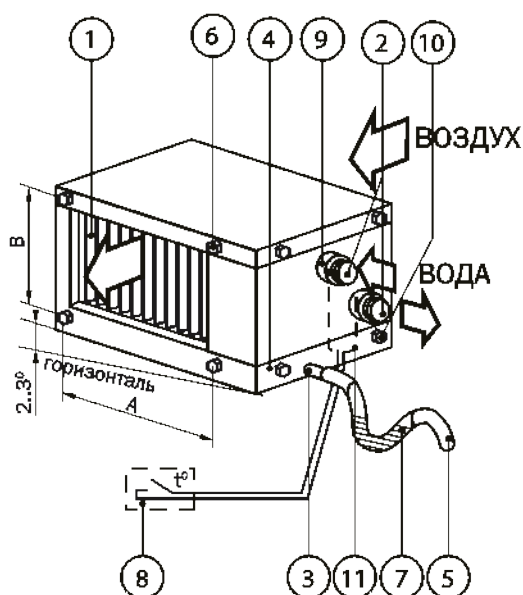

Рисунок 34. Устройство водяного воздухоохладителя:
Для свободного слива конденсата из поддона устанавливаются воздухоохладители в канал вентиляции необходимо с небольшим наклоном (2–3°) к горизонтали в сторону сливного патрубка (см. рис. 34).
Монтаж воздухоохладителей в системе вентиляции осуществляется путем крепления его к ответным фланцам воздуховодов или других агрегатов вентиляционной системы при помощи болтов (6 на рис. 34), предварительно вывернутых из корпуса (усилие затяжки не более 2 кг/м). Необходимо обязательно герметизировать стыки соединения легкосъемным уплотнителем для возможности демонтажа корпуса при техническом обслуживании.
На патрубок (3 на рис. 34) надевается дренажный шланг (5) с внутренним диаметром $\varnothing 20$ мм для отвода образующегося при работе конденсата из поддона (4). Уклон шланга при прокладке должен быть не менее 0,01-0,02 (без подъемов и провисаний).
Для предотвращения засасывания конденсата обратно в систему рекомендуется установить на сливном патрубке специальный сифон либо организовать на сливном шланге участок засифонивания – изгиб (7 на рис. 34).
Для контроля работы воздухоохладителя достаточно установить датчик температуры теплоносителя на выходе в нижней части соответствующего патрубка водяного коллектора (2 на рис. 34). Датчик устанавливается взамен заглушки 11 при снятом поддоне 4. Кабель от датчика проводится через боковую стенку корпуса в любом удобном месте при обеспечении герметизации отверстия ввода.